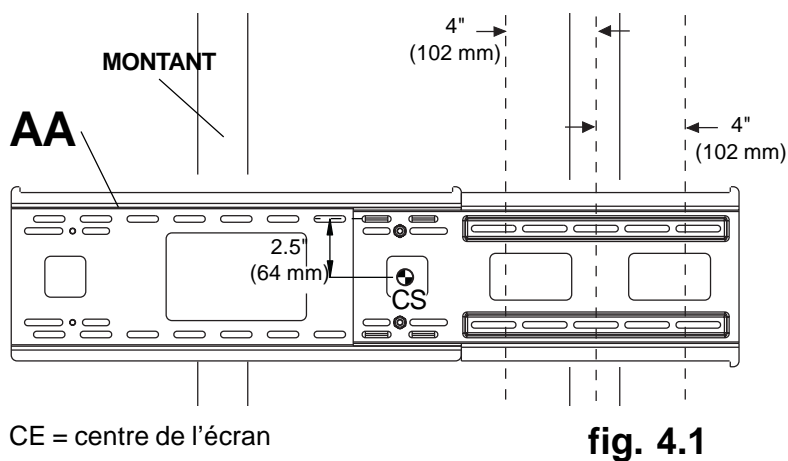
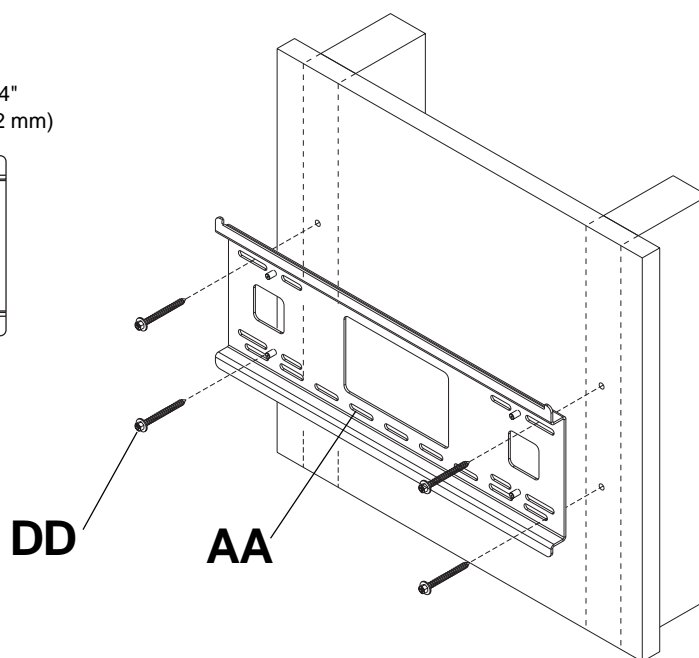

fig. 4.1
fig. 4.2
- 4** La plaque murale (**AA**) peut être installée à deux montants espacés de 16 po. Repérez le bord des montants à l'aide d'un localisateur de montants. L'utilisation d'un localisateur de montants « bord à bord » est fortement recommandée. Après avoir repéré les bords, tracez une ligne verticale le long du centre de chaque montant. Posez la plaque murale sur le mur et utilisez-la comme gabarit. Les fentes de montage supérieures doivent être situées à 2,5 au-dessus de l'endroit souhaité pour le centre de l'écran comme illustré à la figure 4.1. Mettez la plaque à niveau et marquez le centre des quatre trous de fixation. Veillez à ce que les trous de fixation soient sur la ligne médiane du montant. Percez quatre trous de 5/32 po (4 mm) de dia. et de 2-1/2 po (65 mm) de profondeur. Veillez à ce que la plaque murale soit de niveau et fixez-la à l'aide de quatre vis à bois de 14 x 2,5 po (**DD**) comme illustré à la figure 4.2.
REMARQUE : La plaque murale peut être décentrée de jusqu'à 4 po (102 mm) comme illustré à la figure 4.1.
4 Assurez-vous que la plaque murale (**AA**) est de niveau et utilisez-la comme gabarit pour marquer l'emplacement des quatre trous de fixation. Les fentes de montage supérieures doivent être situées à 2,5 po au-dessus de l'endroit souhaité pour le centre de l'écran comme illustré à la figure 4.1 en page 30. Percez quatre 1/4" trous de 1/4 po (6 mm) de dia. à une profondeur minimale de 2,5 po (64 mm). Insérez les chevilles d'ancrage (**EE**) dans les trous au ras du mur comme illustré (à droite). Posez la plaque murale sur les chevilles d'ancrage et attachez-la à l'aide de vis #14 x 2.5 po (**DD**). Assurez-vous qu'elle est de niveau, puis serrez toutes les fixations.